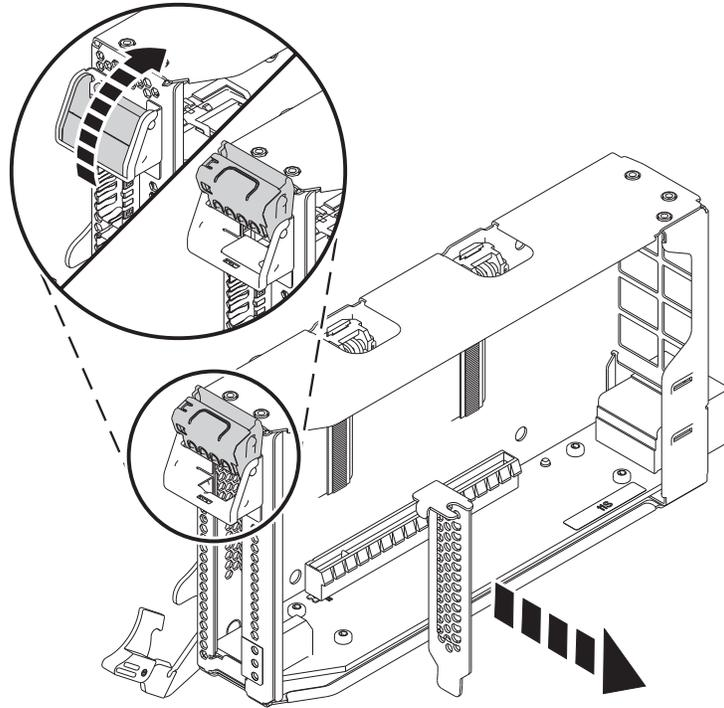

図 5. アダプター・カセットからの PCIe アダプター・フィラーの取り外し
- c. フィラーのテール・ストックをアンロックするために、7 ページの図 5 に示すように、カセットのテール・ストック側の端にあるラッチを回転させます。
- d. 7 ページの図 5 に示すように、フィラー・テール・ストックをカセットから取り外します。